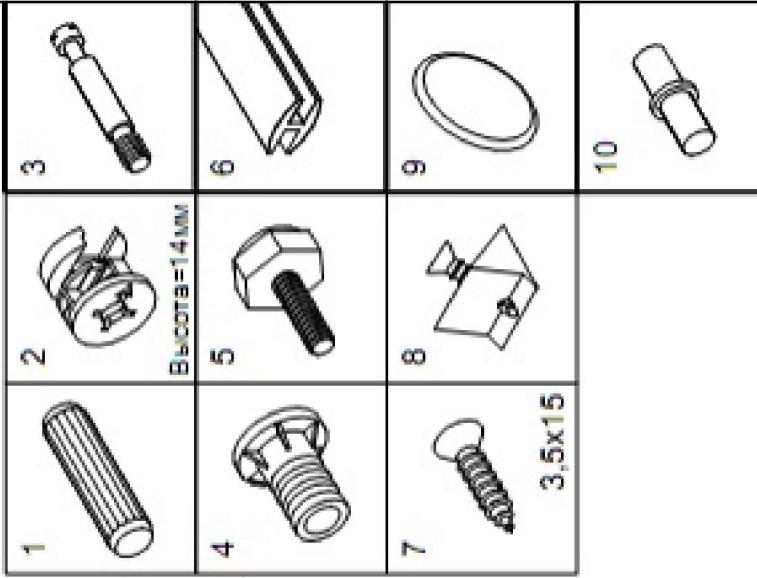

Рис.5
Для фиксации стяжки зданий (VII) использовать уголок (8) установив их равномерно по периметру стены зданий. Для большей жесткости, рекомендуется в месте соединения стяжки задних (VII) и съединительного профиля (6) на расстоянии 50мм установить уголки (8) на съединительного профиля (6) см. рис.5.